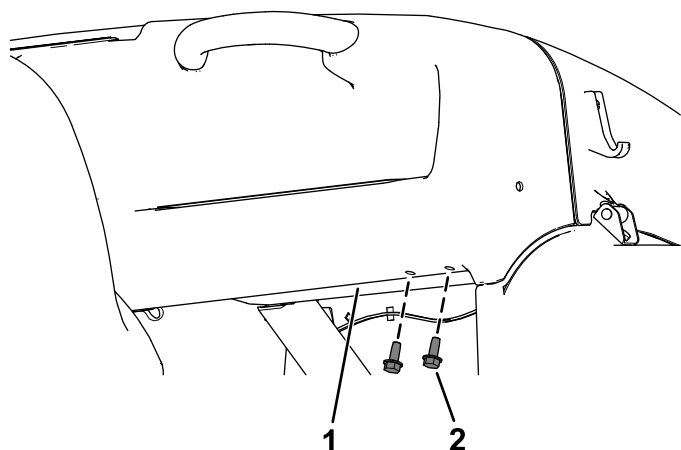

Рисунок 24
- A. Отверните 2 винта (5/16 x 3/4 дюйма), которые крепят приборную панель к раме машины (Рисунок 24).